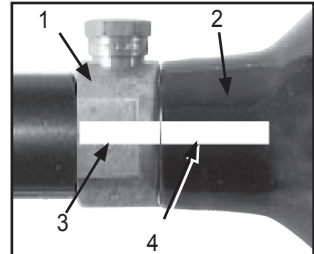

Figura 9: Cilindro y válvula marcas
La válvula de bronce o níquel (Figura 9, #1) ha sido fabricada para estar unida al cilindro de aire o de CO2 (2). Un cilindro de aire o de CO2 puede dispararse con tal fuerza que puede causar lesiones permanentes o la muerte si se separa el cilindro (2) de la válvula (1).
Referirse a la figura 9. Han habido reportes de incidentes causados por jugadores que sin conocimiento desatornillan el cilindro (2) de la válvula (1). Esto ocurre cuando el jugador piensa que el ensamble cilindro y la válvula han sido desatornillado de el adaptador de suministro de aire de el marcador de paintball, cuando en realidad están desatornillando el cilindro de la válvula del cilindro.
4. Mire las marcas en el cilindro y en la válvula (como se observa en la figura 9 en la página 11) cuando de vuelta al cilindro $\frac{3}{4}$ de vuelta aproximadamente en sentido contrario a las agujas del reloj.